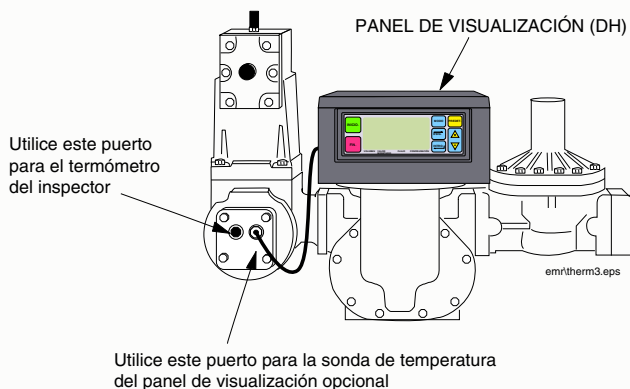

Figura 22. Instalación típica del pozo termométrico
- Localice el pozo termométrico del sistema de medición. Este debe ser un pozo termométrico de puerto doble para permitir la instalación de la sonda de temperatura y proporcionar otro puerto para un termómetro de inspección (vea la figura 22).